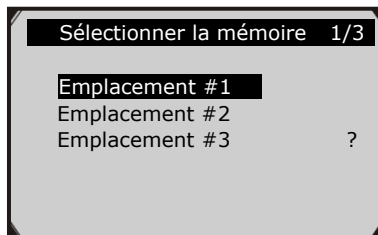

Figure 5.22
- 5) Utilisez le bouton de défilement **HAUT/BAS** pour sélectionner un emplacement de mémoire et appuyez sur le bouton **OK**.( Figure 5.22)